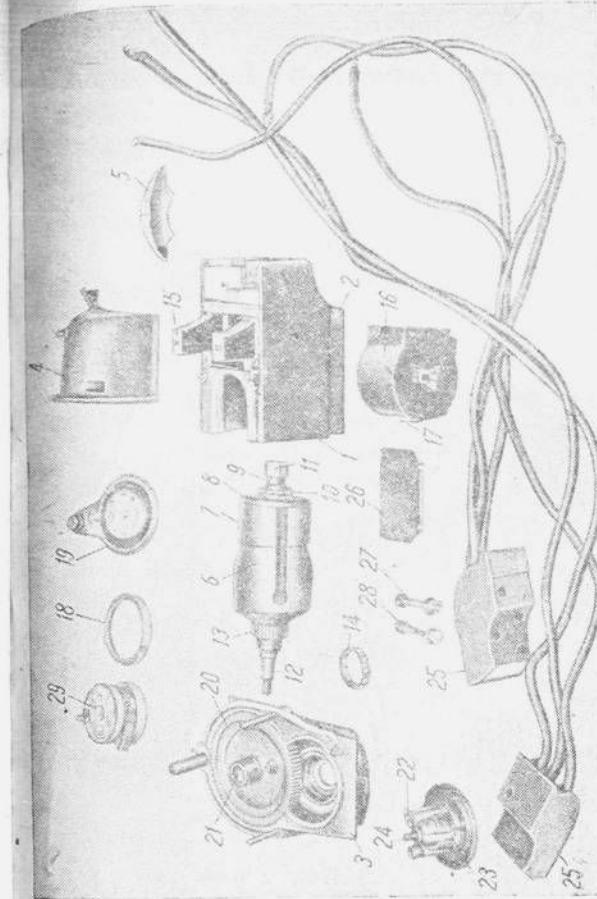
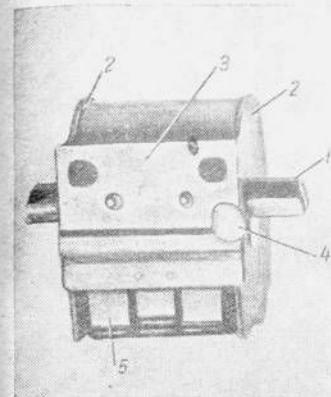

Рис. 21. Магнето СС-6 в разобранном виде:
Рис. 22. Трансформатор магнито СС-6:
Магнето СС-6 (рис. 21) состоит из следующих основных деталей: корпуса магнето, магнитной системы, трансформатора, прерывателя тока низкого напряжения, конденсатора и распределителя тока высокого напряжения.
**Трансформатор.** Внутри трансформатора имеется сердечник 1 (рис. 22), при помощи которого трансформатор соединен с полюсными башмаками. При вращении магнита через сердечник проходят магнитные силовые линии. На сердечнике имеются две фибровые пластинки 2, между которыми на специальную изоляцию вначале наматывается первичная обмотка, затем конденсатор, состоящий из лент станиолевой и парафиновой бумаги, поверх конденсатора наматывается вторичная обмотка.
Вторичная обмотка присоединена одним концом к первичной обмотке на массу, второй ее конец выведен к контакту 17 (рис. 21). Конденсатор включен параллельно контактам прерывателя и присоединен к сердечнику трансформатора и к пластинке 3 (рис. 22). Пластинка 3 имеет контакт для соединения с наковальней прерывателя.
лодка неподвижного контакта изолирована от массы магнето фибрзовыми пластинками и соединена с концом первичной обмотки. Коромысло, на котором укреплен подвижной контакт, качается на оси 5 и кончается на одной стороне контактом 2, а на другой — фибрзовой буксой. Подвижной контакт соединен с массой двигателя. Фибрзовая колодка хвостовика молоточка во время вращения якоря магнето скользит по кулачкам. При нажиме молоточка коромысло периодически размыкает подвижной и неподвижный контакты. Направляющие диски, в которых укреплена ось коромысла, устанавливаются в корпусе магнето и центрируются кольцом 18 (рис. 21). Направляющие диски не имеют жесткого крепления, и их можно поворачивать относительно оси вала магнето на 10—20°. В зависимости от этого кулачковая шайба будет раньше или позже набегать на фибрзовую втулку коромысла и, следовательно, раньше или позже будет возникать ток во вторичной обмотке, чем будет изменяться момент зажигания рабочей смеси в цилиндрах.
Диски можно перемещать при помощи крышки 19 (рис. 21) с хвостовиком, который винтом соединяется с дисками. Конденсатор служит для поглощения экстратоков размыкания, которые возникают в прерывателе. Конденсатор в магнете СС-6 наружных выводов не имеет.